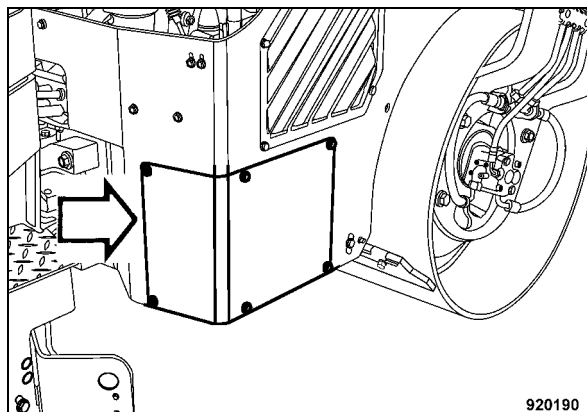

Fig. 113
- Smontare la copertura di protezione del vano della batteria (Fig. 113).